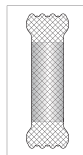

Abb. 2b
- Auf Wunsch kann der Stent mit Silikon beschichtet werden. Die Silikonbeschichtung zeichnet sich durch eine sehr hohe biologische Verträglichkeit und ausgeprägte Widerstandsfähigkeit gegen Korrosion aus. Außerdem kann der Stent das Einwachsen des Tumors durch seine Netzstruktur verhindern sowie Intestinalfisteln abdichten. (Siehe Abb. 2b)